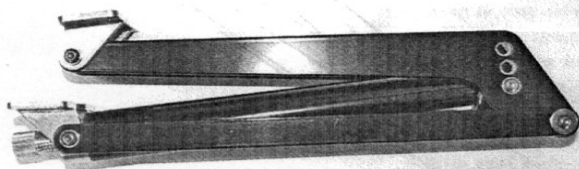
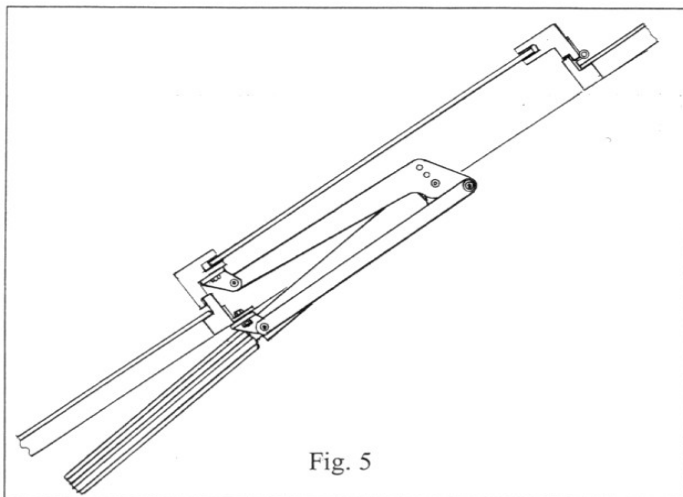

Fig. 2
Fig. 5
- I entlang des Glases/der Wand: siehe Abb. 2+5
- 1 Zuerst ist zu entscheiden, in welche Richtung Feder/Stoßdämpfer und damit später auch der Zylinder wirken sollen (siehe Abb. 5+6). Ist die Feder auf der falschen Seite vormontiert, kann sie ausgebaut und um  $180^{\circ}$  gedreht eingebaut werden (Siehe Abb. 2+3+4).
- 4 Die Schraube zur Zugentlastung so weit schrauben bis sich die Arme in der gewünschten Position befinden. Die Befestigungsbeschläge jetzt bei geschlossenem/r Fenster/Klappe mit den Schrauben am Rahmen und Blendrahmen befestigen (siehe Abb. 5+6).
Achten Sie darauf, dass die dem Fenster am nächsten liegenden Arme parallel zum Fenster stehen (siehe Abb. 5+6).